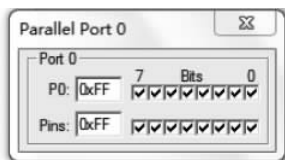

图 3-13 P0 口仿真窗口
(2) 选择 Peripherals→I/O-Ports→Port 0 命令, 打开 Parallel Port 0 仿真窗口, 如图 3-13 所示。